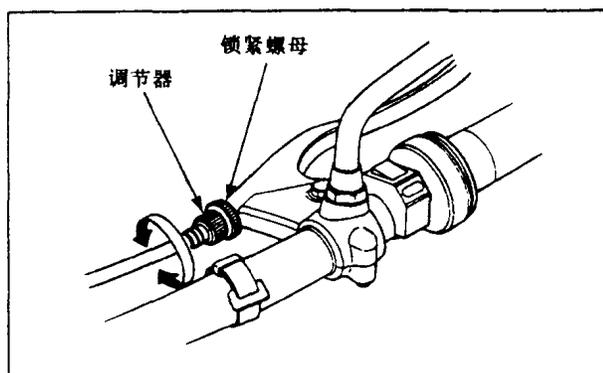

图 1-5 自由行程的微调
5. 对自由行程做微调时,对于手柄上带有防尘罩的,应把防尘罩打开再做微调,如图 1-5 所示。调整时,先松开锁紧螺母,然后转动调节器,调整手柄的自由行程。调整时,调节器不要转得过多,以免损坏螺纹。